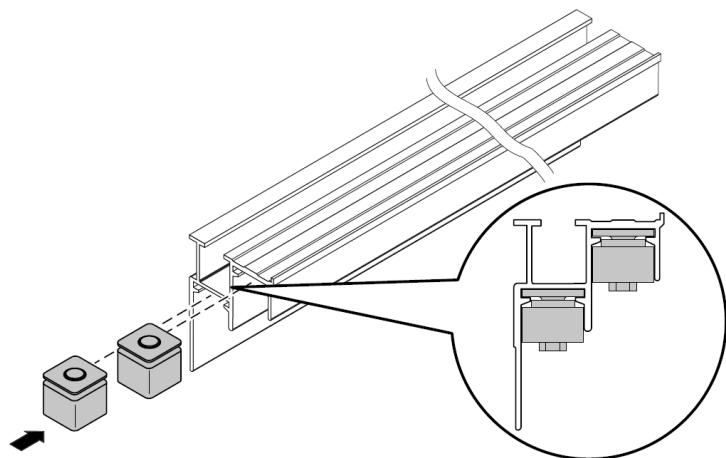

Рис. 4
6. В пазы на нижних направляющих вставить нижние стопоры (рис.4).